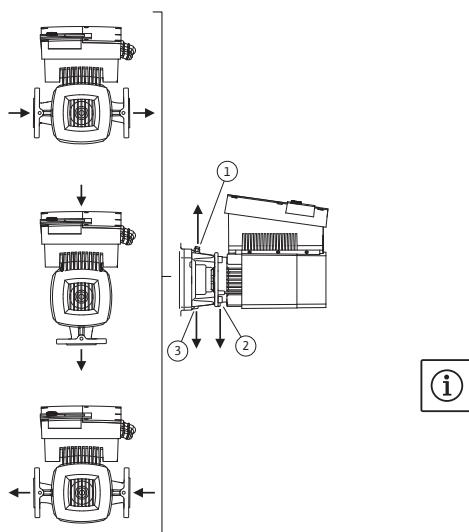

Fig. 23: Posizioni di montaggio ammesse con albero del motore orizzontale
Le posizioni di montaggio ammesse con albero del motore orizzontale e modulo elettronico verso l'alto ( $0^\circ$ ) sono illustrate nella Fig. 23. Non sono raffigurate le posizioni di montaggio ammesse con modulo elettronico montato lateralmente ( $+/- 90^\circ$ ). Sono consentite tutte le posizioni di montaggio tranne "modulo elettronico verso il basso" ( $-180^\circ$ ). La disaerazione della pompa è garantita solo se la valvola di sfiato è rivolta verso l'alto (Fig. 23, pos. 1).
Solo in questa posizione ( $0^\circ$ ) il condensato formatosi può defluire attraverso i fori presenti, la lanterna della pompa (Fig. 23, Pos. 3) e il motore (Fig. 23, pos. 2). A tale scopo, rimuovere il tappo presente sulla flangia del motore (Fig. 7, pos. 7a).